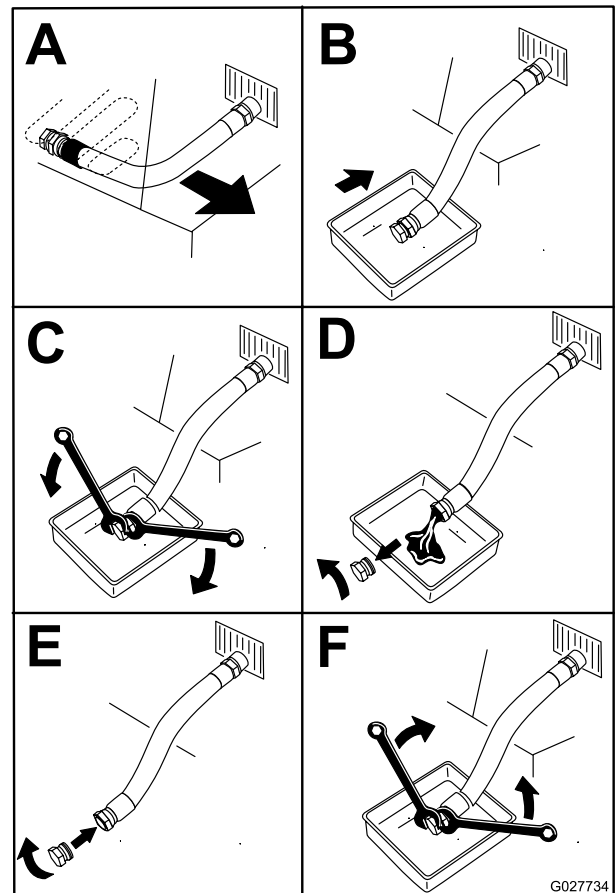

Figure 51
4. Avant de quitter la position d'utilisation, coupez le moteur, enlevez la clé de contact et attendez l'arrêt complet de toutes les pièces mobiles (Figure 51).